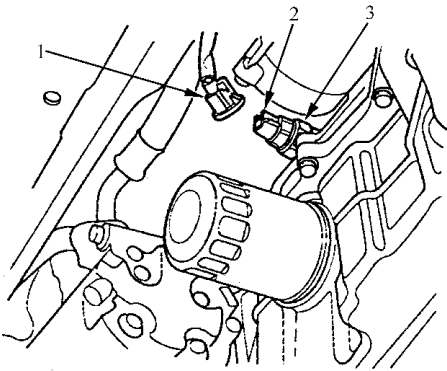

图 2-146 拆卸发动机机油压力开关
- 1) 如图 2-146 所示，拆除发动机机油压力开关上的油压开关插接器。